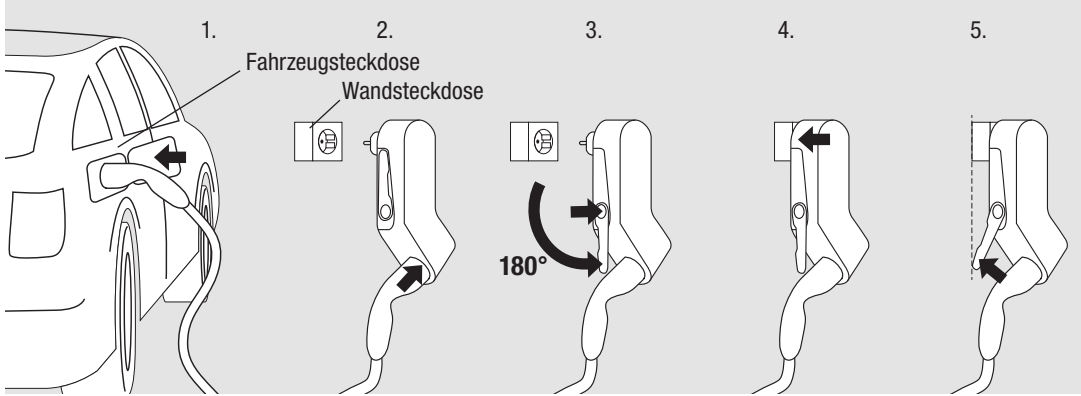

Abb. 2: Reihenfolge beim Laden
- Mobility Dock nur senkrecht hängend und abgestützt an einer Wandsteckdose betreiben, um eine Zugbelastung der Wandsteckdose zu vermeiden (siehe Abb. 2). Starke Belastungen können Mobility Dock und/oder Steckdose beschädigen.
- Den Mobility Dock erst in die Steckdose stecken, wenn der Ladestecker in der Typ 2 Steckdose (C) eingerastet ist. Sonst kann die Steckdose beschädigt werden.
Der Mobility Dock ist ein Mode 2 Not-Ladegerät zum gelegentlichen, ortsveränderlichen Gebrauch. Dauerhafter Einsatz nur in sicherer, unbewegter und senkrechter Lage. Betrieb nur an mechanisch und elektrisch geeigneten, wandmontierten Steckdosen (siehe Abb. 2, Schritt 5)!